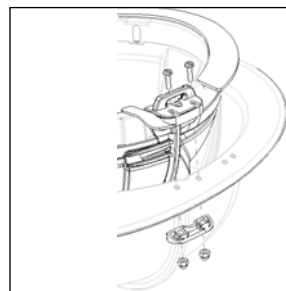

Figure 3
8. Place the impact cap assembly into the helmet and assemble as shown. Fasten only one side at a time. See Figure 3.
8. Mettre l'ensemble de calotte d'impact dans le casque et procéder à l'assemblage comme il est indiqué. Attacher seulement un côté à la fois. Voir la figure 3.